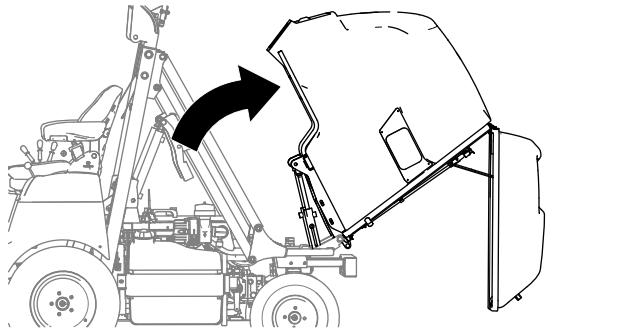

Figure 56
- Basculez la trémie en arrière (Figure 56) à la main.